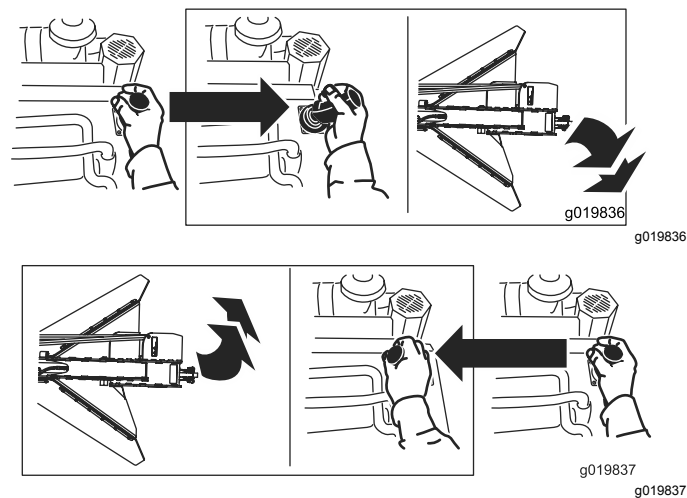

Figura 15
- Para girar el desbastador a la derecha o a la izquierda, mueva la palanca en la dirección deseada (Figura 15).